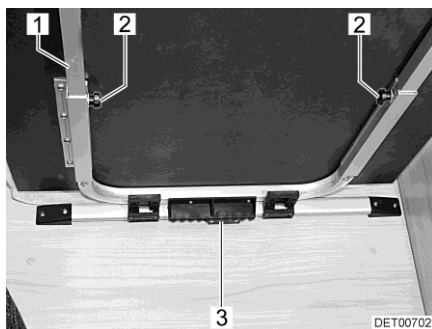

Bild 55 Förskjuta/förstora hängbordet
- Lossa de räfflade skruvarna (Bild 55,2).
- Lyft upp bordsskivan något framtill och dra ut det till stoppläget. Bordsförlängningen (Bild 55,1) är helt utdragen.
- Lyft upp bordsskivan något framtill och dra till stoppläget. Bordsförlängningen (Bild 55,1) är helt inskjuten.